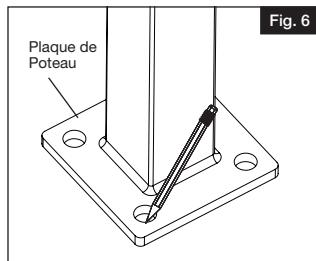

Fig. 6
- Mark holes through the mounting plates of posts (upper and lower) onto the mounting surface (Fig. 6) and follow masonry anchor manufacturer's installation instructions for proper drilling technique.
- Determine center of each post. Do this by marking holes through the mounting plates of posts (upper and lower) onto the mounting surface (Fig. 6).
- Marquer des trous à travers les plaques de montage des poteaux (du haut et du bas) sur la surface de montage (Fig. 6), puis consulter les instructions d'installation du fabricant d'ancrage de maçonnerie pour connaître la technique de perçage à utiliser.
- Déterminer le centre de chaque poteau. Pour ce faire, marquer des trous à travers les plaques de montage des poteaux (du haut et du bas) sur la surface de montage (Fig. 6).
- Marcar los orificios a través de las placas de montaje de los postes (superior e inferior) en la superficie de montaje (Fig. 6) y seguir las instrucciones de instalación del fabricante del anclaje en concreto en cuanto a la técnica de perforación correcta.